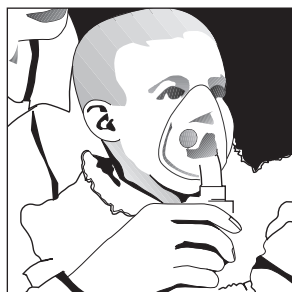

Figure 8
11. En cas d'utilisation d'un masque à aérosols, mettre le masque par-dessus la bouche et le nez **Figure 8**. À mesure que l'aérosol commence à s'écouler, inspirer profondément et lentement par la bouche et expirer ensuite lentement.